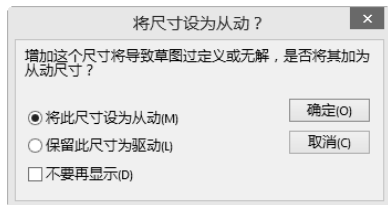

图 1-8 是否将尺寸设为从动
- “提示设定从动状态”：所谓从动尺寸是指该尺寸是由其他尺寸或条件所驱动的，不能被修改。选定此复选框后，当添加一个过定义尺寸到草图时，会出现图 1-8 所示的对话框询问尺寸是否应为从动。